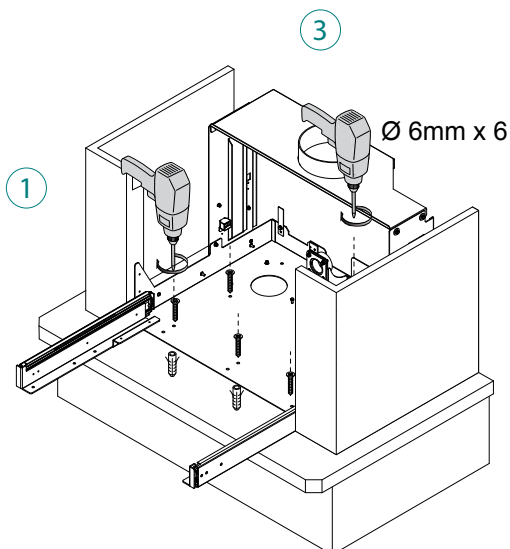

Abb. 6.1.9
- 9) Führen Sie 6-mm-Dübel in die Löcher ein und befestigen Sie die Stützkonstruktion mit Schrauben. (3) – (Abb. 6.1.9).